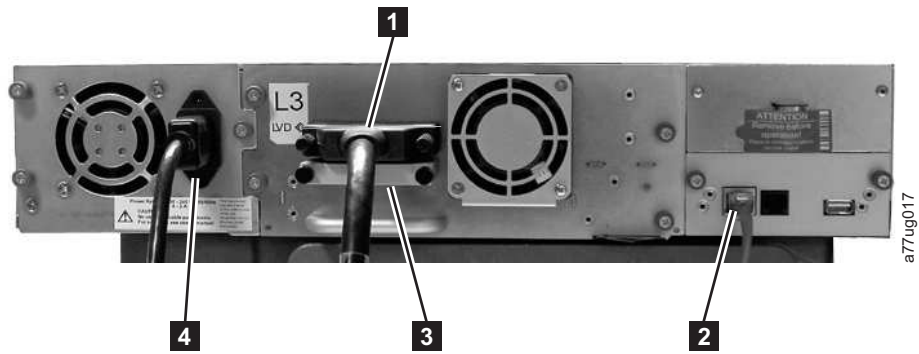
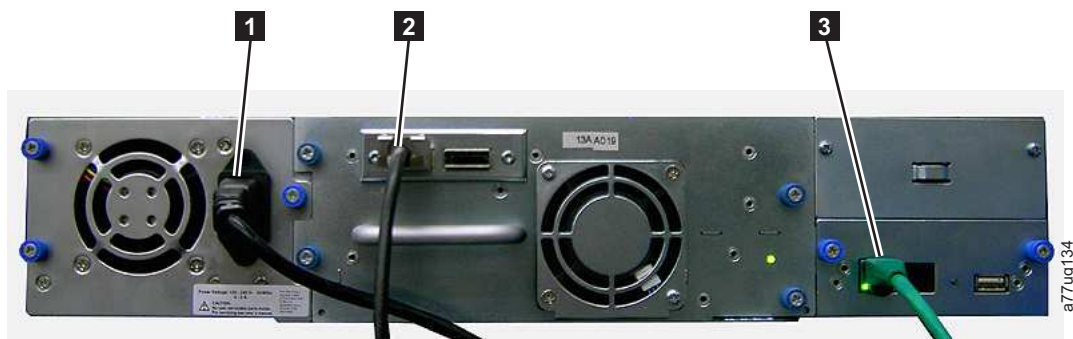

Figura 37. Conexión de un cable de interfaz de host SCSI a la biblioteca de 2U
Figura 39. Conexión de un cable de interfaz de SAS a la biblioteca de 2U
2. En el caso de una biblioteca SCSI, conecte un extremo del cable de la interfaz de host a uno de los conectores del panel posterior de la biblioteca (consulte la clave de referencia **1** en la Figura 37 en la página 53). En el caso de una biblioteca de canal de fibra, conecte un extremo del cable de la interfaz de host al conector del panel posterior de la biblioteca (consulte la clave de referencia **4** en la Figura 38 en la página 53). Para una biblioteca con SAS (Serial Attached SCSI), conecte el extremo de host del cable de SAS al HBA de SAS **2** en la Figura 39 en la página 53). Las unidades de altura completa tienen conectores SAS. Las unidades de altura media tienen un conector SAS. Los conectores SAS sin usar no tienen que finalizarse.
- En una biblioteca SCSI, conecte el cable de interfaz de host al conector del adaptador de bus de host SCSI o al conector del dispositivo anterior del bus SCSI. Si la biblioteca es el último o el único dispositivo del bus SCSI, conecte el terminador (**3** en Figura 37) al conector SCSI que queda en el